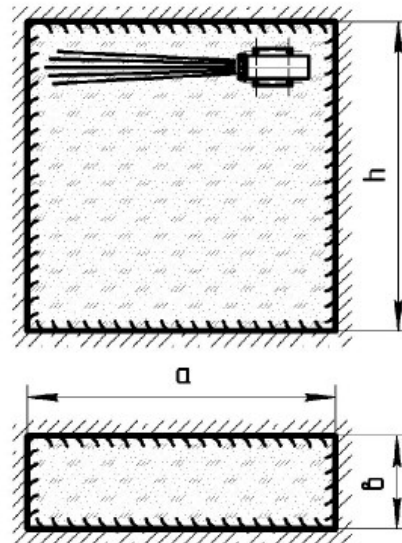

Figura 2
6.2 Fixați MPP pe suprafața portantă (perete, tavan, podea) în orice loc convenabil al **volumului spațiului** care trebuie protejat. Orientarea MPP poate diferi: de la poziționare orizontală la poziționare verticală cu pulverizatorul orientat în jos. Amplasarea orificiilor pentru fixarea MPP este indicată în Figura 2.